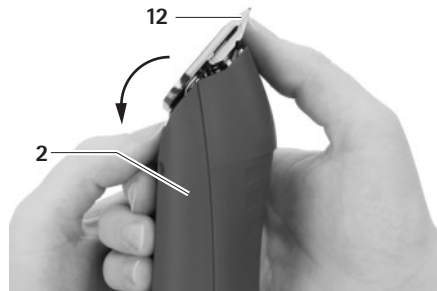

Fig. 5
- **Empujar el cabezal de corte 12 hacia delante, ver Fig. 5.**